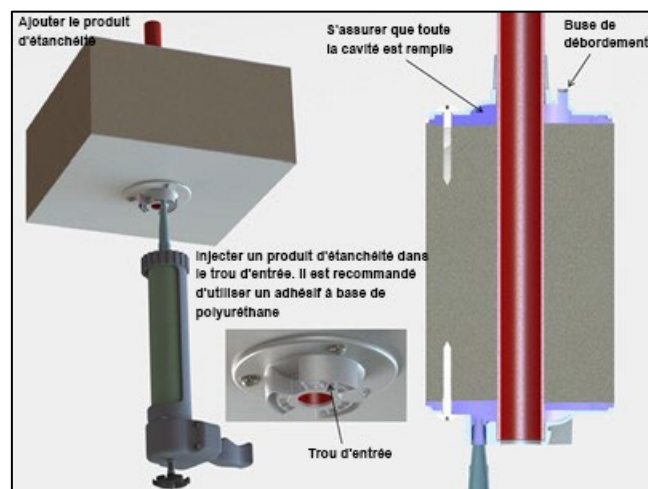

Figure 4 : Application du produit d'étanchéité
6. Insérer le tuyau de prélèvement (330 mm de long environ). Nettoyer la surface et fixer la collerette au panneau sandwich à l'aide de trois (3) des vis autoforeuses fournies.
7. Monter la collerette inférieure au fond de l'orifice (à l'intérieur de la pièce à température contrôlée). Nettoyer la surface et fixer la collerette à l'aide des trois (3) vis autoforeuses restantes fournies.
8. En s'assurant que toutes les surfaces sont propres et sèches, appliquer un produit d'étanchéité (un adhésif à base de polyuréthane est recommandé) à travers les trous d'entrée des collerettes supérieures et inférieures, voir Figure 4.